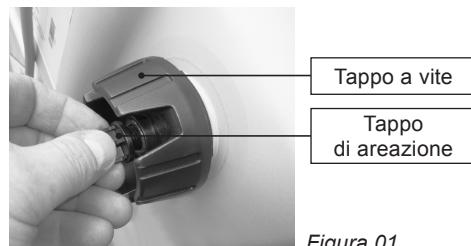

Figura 01
Aprire il tappo di areazione (vedere *figura 01*) nel tappo a vite.
Chiudere la valvola a sfera del tubo di prelievo ②. Chiudere il tappo di areazione nel tappo a vite e il tappo a vite (*figura 01*).